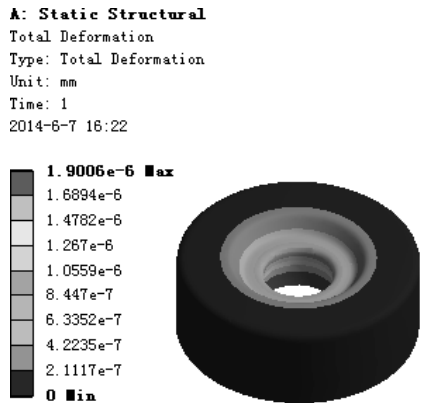

图 7.4.8 位移变形结果图解
(3) 查看位移变形结果图解。在“Outline”窗口中选中 **Total Deformation**，查看图 7.4.8 所示的位移变形结果，其最大位移为 1.9006e-6mm。